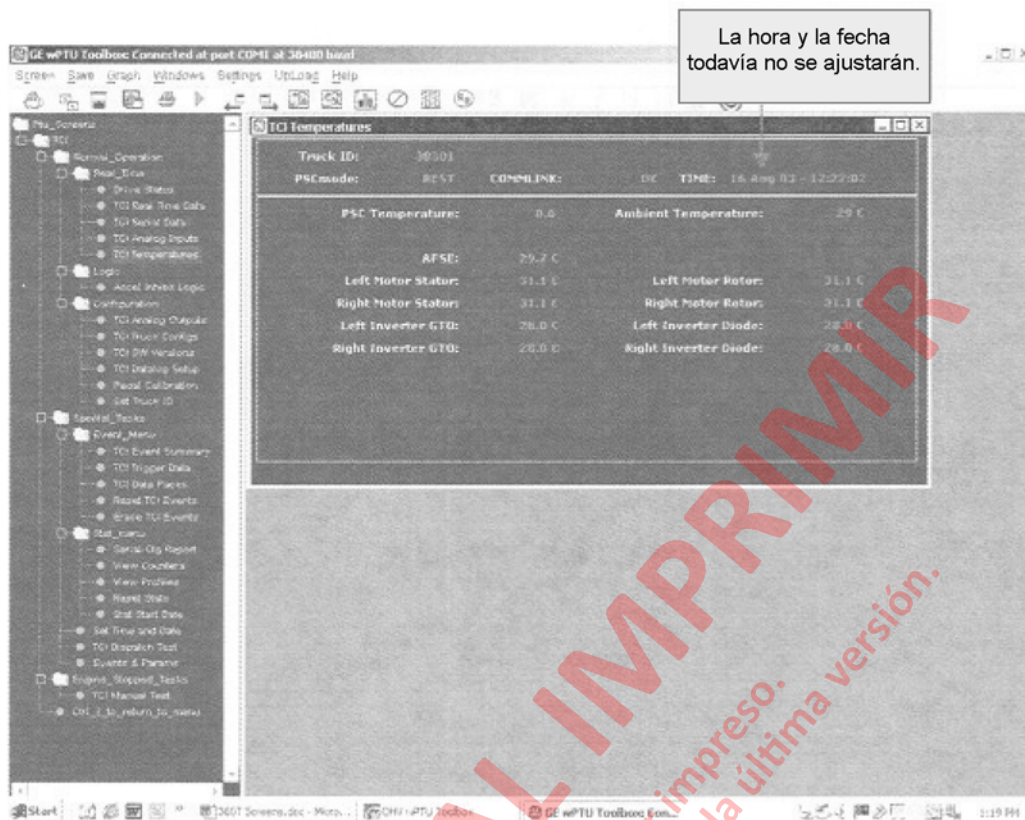

FIGURA 3-10. PANTALLA DE TEMPERATURAS DE LA TCI
- Verifique que los valores de temperatura sean similares a los del ejemplo de la Figura 3-10.